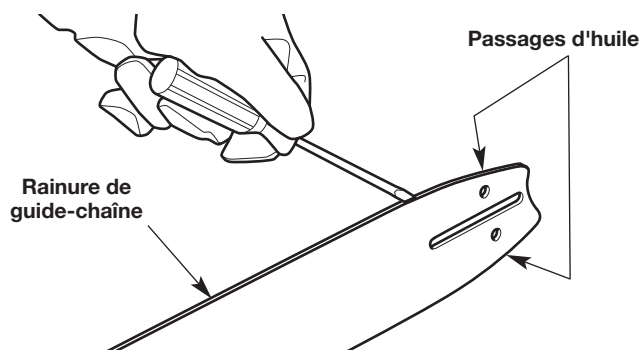
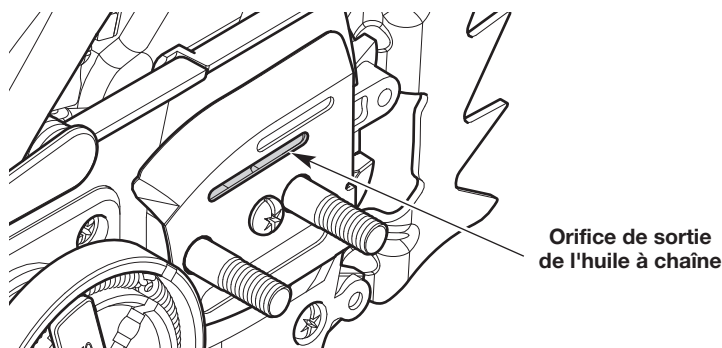

Fig. 38
Fig. 39
- Nettoyez la rainure de la tige de guidage et les passages d'huile chaque fois que la chaîne est enlevée, lorsque l'appareil a été largement utilisé ou lorsque la chaîne semble sale. Utilisez un tournevis, un couteau à mastic, une brosse d'acier ou un instrument similaire pour enlever les débris de la rainure de la tige de guidage (Fig. 38). Utilisez un petit fil souple pour enlever les débris du trou d'évacuation d'huile de la chaîne (Fig. 39).